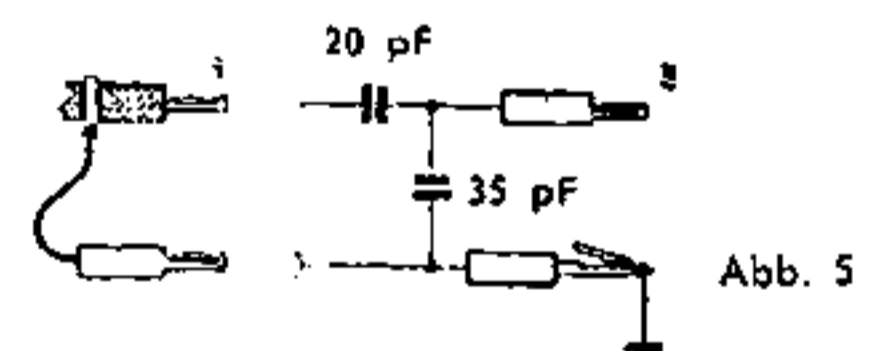

Abb. 5
- Künstliche Antenne für Abgleich und Empfindlichkeitsmessungen verwenden gemäß Abb. 5 (nur bei AM).
Bei den Meßsendern der Fa. Neuwirth Type EP 104 A/EP 104 B entfällt die zusätzliche künstliche Antenne nach Abb. 5, wenn für diesen Meßsender eine aufsteckbare künstliche Antenne vorhanden ist.